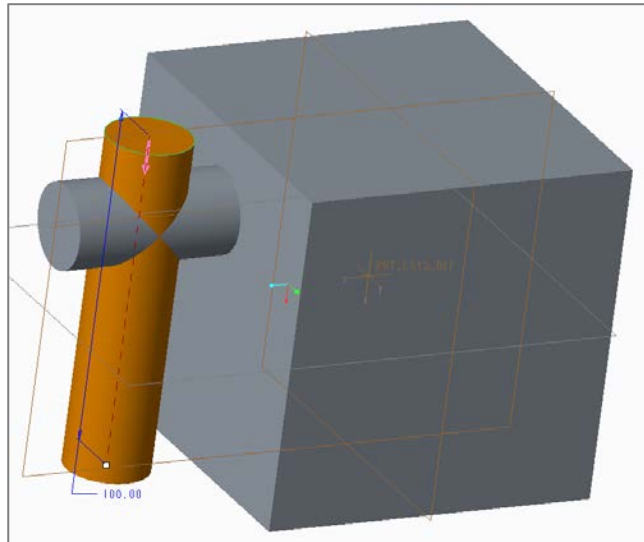

Fig.19 円の押し出し
16. 押し出しツールを用いて、Fig.19のように円を円柱に向けて100押し出す。